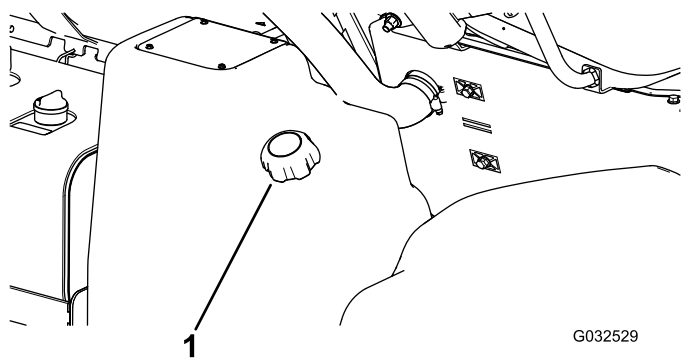

Figure 40
2. Nettoyez la surface autour du bouchon du réservoir de carburant (Figure 40).